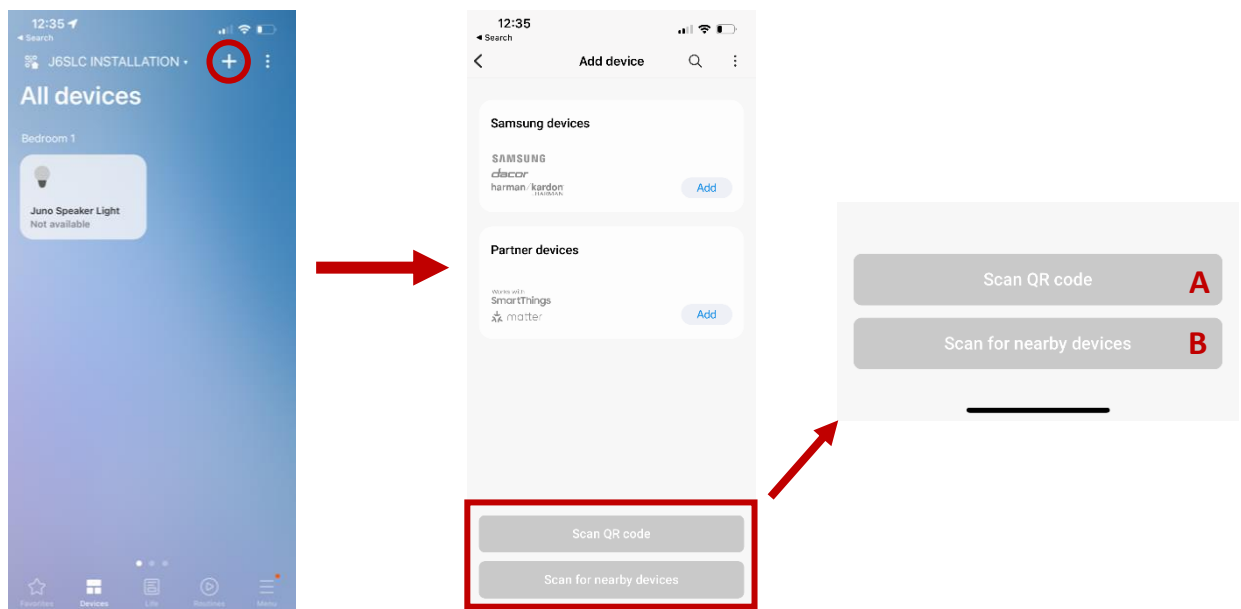

Figure 5
- ii. Cliquer sur « + » puis « Rechercher de nouveaux appareils » comme indiqué à la figure 5. Suivre les invites pour connecter chaque luminaire. Si le luminaire ne s'affiche pas dans l'appli, essayer de redémarrer l'appli et allumer puis éteindre le commutateur.